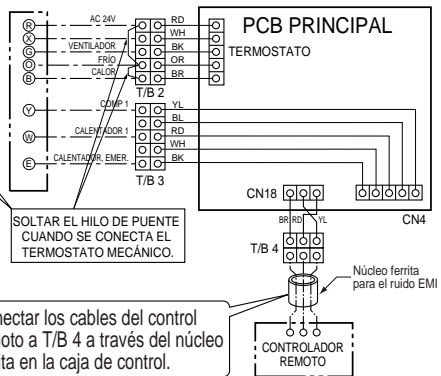

Figura 5D
■ Bomba de calor - 1 comp, 1 calentadore (Figura 5D)